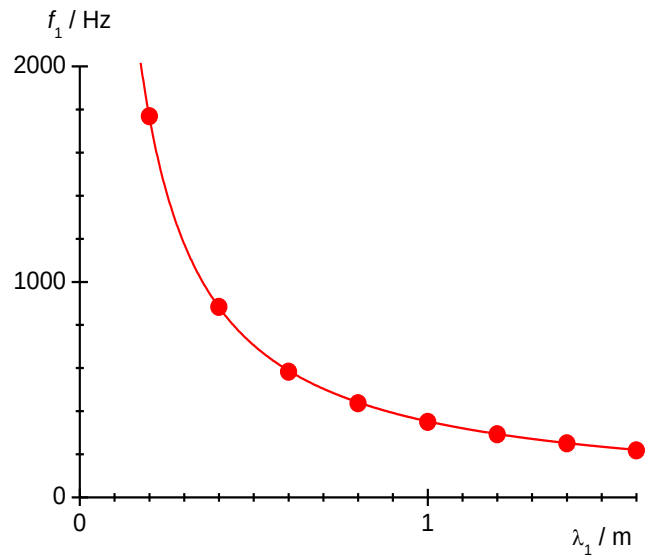

Fig. 4: Frequenz-Wellenlängen-Diagramm für die Grundschiwingungen ($n = 1$) bei unterschiedlichen Längen L .
- Wellenlängen nach Gleichung (11) berechnen und in Tab. 1 eintragen.
- Ermittelte Resonanzfrequenzen und berechnete Wellenlängen (Tab. 2) in einem f - λ -Diagramm darstellen (Fig. 4).